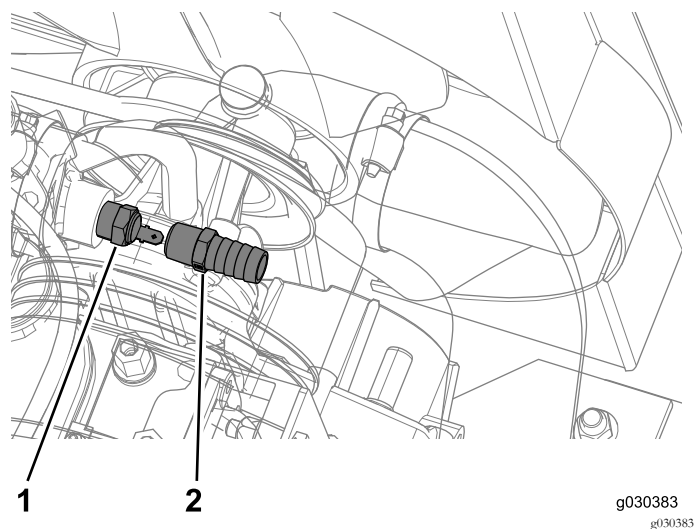

Figure 33
- Localisez, débranchez et déposez la sonde de température, comme montré à la Figure 33.